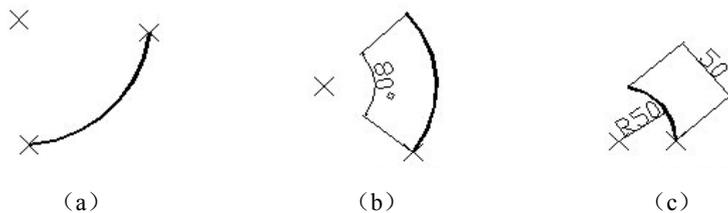

图 3-42 绘制弧线
(1) 起点—圆心—终点: 在拾取圆心后, 直接选取终点的绘制多段线弧的方法。绘制如图 3-42 (a) 所示的一个已确定起点、圆心和终点的多段线弧。命令如下:
(2) 起点—圆心—角度: 在拾取圆心后, 输入一个角度值绘制多段线弧的方法。绘制如图 3-42 (b) 所示的一个已确定起点、圆心和角度的多段线弧。命令如下:
(3) 起点—圆心—弦长: 在拾取圆心后, 输入弦长绘制多段线弧的方法。绘制如图 3-42 (c) 所示的一个已确定起点、圆心和弦长的多段线弧。命令如下: